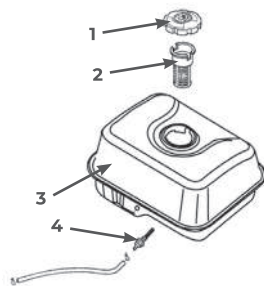

РИС. 10
- Сетчатый фильтр в заливной горловине (2) - предотвращает попадание крупных загрязнений при заправке.
- Фильтр на выходном штуцере внутри бака (4) - тонкая фильтрация перед подачей топлива в карбюратор (Рис. 10).